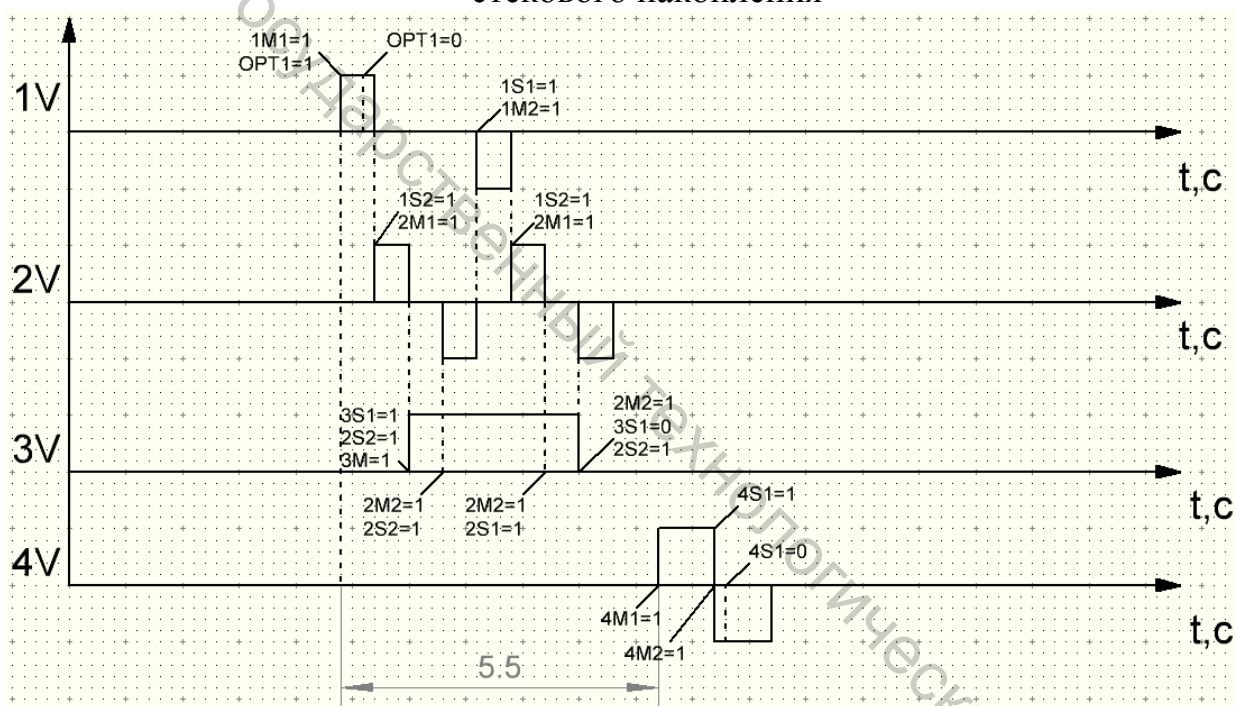

Рисунок 52 – Тактограмма работы программы при прохождении неметаллической детали
1.2.2. Прохождение неметаллической детали (рис.52). При срабатывании датчика OPT2 запускается программа манипулятора по перемещению детали. Через 5,5 сек. после срабатывания OPT2 возобнов-